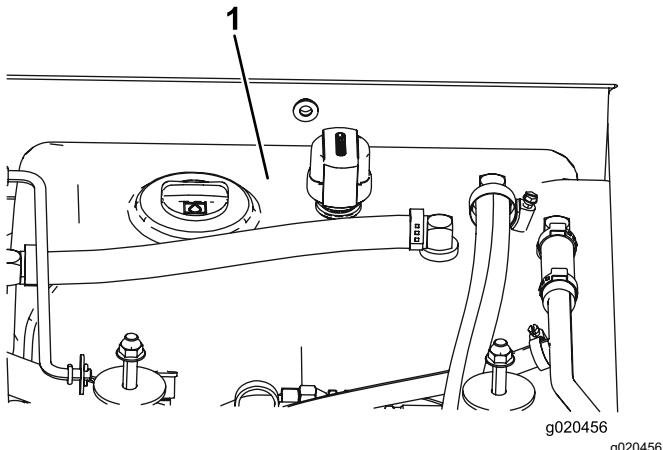

Рисунок 118
4. Залейте гидравлическую жидкость в бак (Рисунок 118; см. Проверка гидравлической жидкости \(страница 91\)).